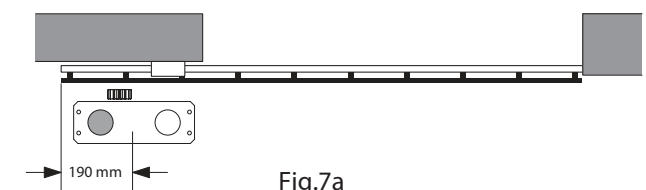

Fig.7a
Het is zeker nodig dat bij het plaatsen van de tandlat rekening wordt gehouden met het midden van de funderingsplaat, door minimaal de afmetingen in Fig.7a (motor links) en Fig.7b (motor rechts) te handhaven, dit in verband met het plaatsen van de eindstoppen.
2. Plaats de eerste tandlat op het tandwiel van de motor. Markeer het eerste boorpunt met behulp van de aangegeven afmetingen in Fig.7a en 7b. Blokkeer de tandlat tijdelijk met behulp van een klem, zie Fig.21 voor een voorbeeld.